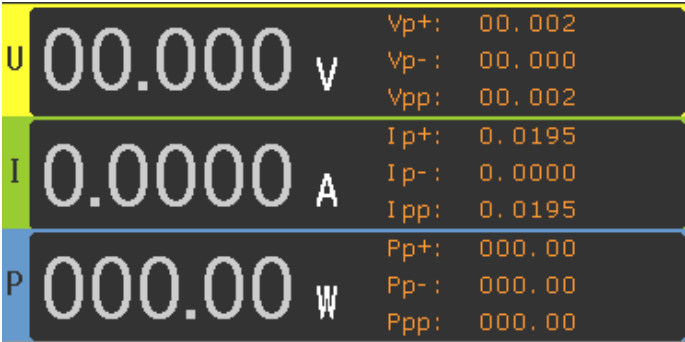

图 4-1
- U,I,P PPOn:如图 4-1 所示，显示电压、电流、功率、峰值、纹波值